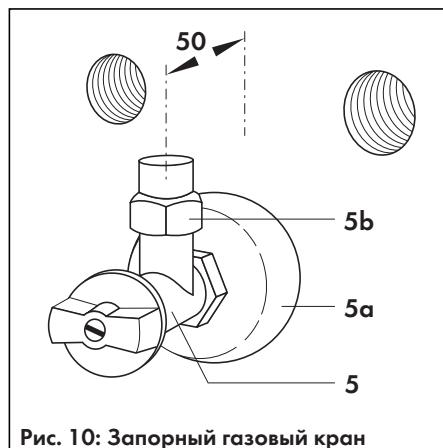
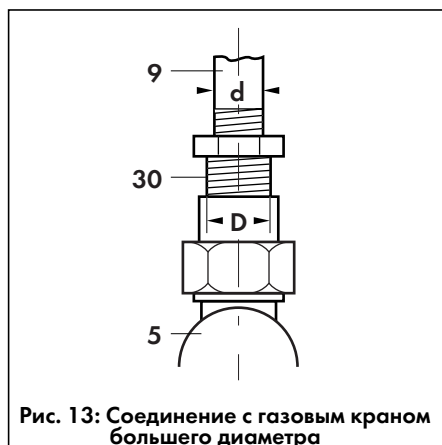

Рис. 10: Запорный газовый кран
Рис. 13: Соединение с газовым краном большего диаметра
Примечание: При давлении природного газа на входе менее 20 мбар прокладку газопровода вести трубой большего диаметра, чем присоединительный размер в аппарате. См. также рис. 13 на стр. 18.
- Предварительно навинтите с уплотнением верхнюю часть разъёмного резьбового соединения (5b, рис. 10) на штуцер входного газового патрубка (9, рис. 13) в аппарате. В случае, когда аппарат подсоединяется к газопроводу большого диаметра, соединение с краном большего диаметра выполняется через соответствующий переходник (30), как показано на рис. 13.
Таблица размеров к рис. 13